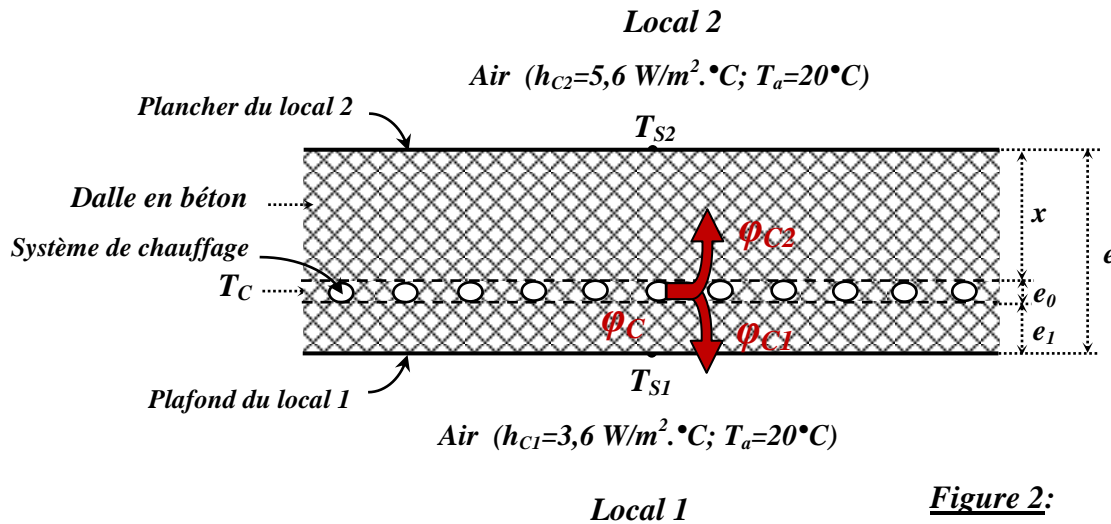

Figure 2:
2. La température T_{S2} du plancher est trop élevée (inconfort thermique). On se propose de déplacer le plan chauffant à une distance x de la surface du plancher pour que la température de cette surface T_{S2} ne dépasse pas 24°C (**figure 2**). Quelle est la valeur de cette distance x ?
2. La température $T_{S2}=30,5^\circ\text{C}$ du plancher est trop élevée (inconfort thermique). On se propose de déplacer le plan chauffant à une distance x de la surface du plancher pour que la température de cette surface T_{S2} ne dépasse pas 24°C (figure 2). Calculons la valeur de cette distance x .